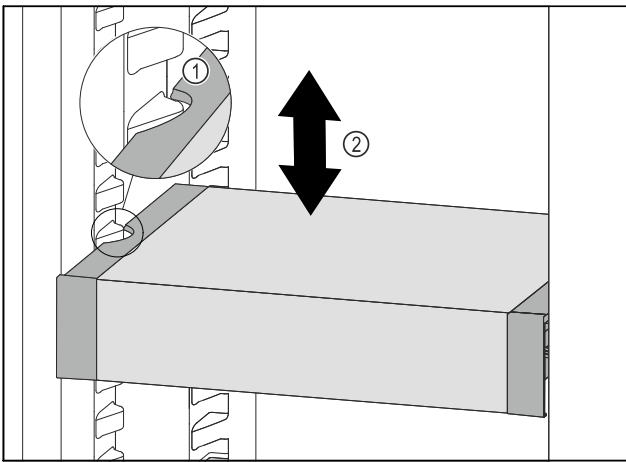

Fig. 195
- ▶ Húzza előre felé a VarioSafe fiókot annyira, hogy a VarioSafe oldalsó kivágásai a hűtőrészben a tartóborda magasságában legyenek. Fig. 195 (1)
- ▶ A hűtőrészben a VarioSafe fiókot mozgassa felfelé vagy lefelé a kívánt magasság eléréséig. Fig. 195 (2)